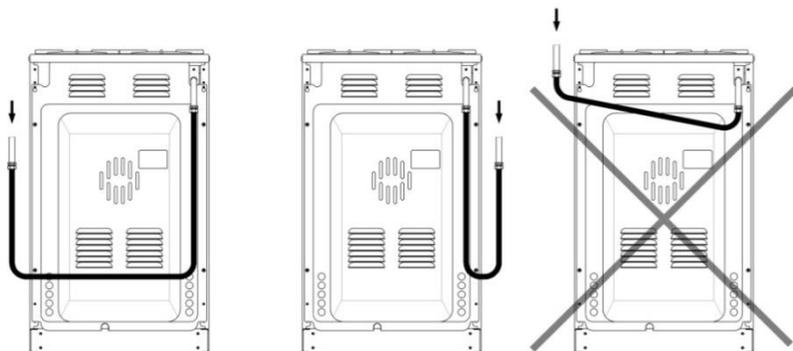

Рис. 2 Положение соединительного шланга
- гибкий присоединительный шланг не должен проходить в зоне горячего воздуха дымохода и касаться задней стенки плиты (Рис. 2);
⚠ Внимание! После установки плиты на место обязательно проверьте положение гибкого шланга подвода газа и шнура питания (Рис. 2)